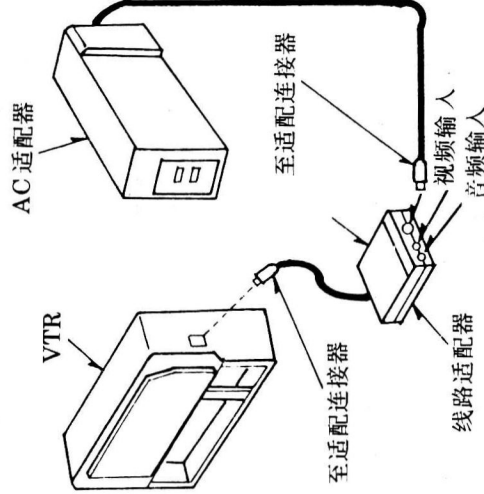

图 78
① 拆卸外壳 (可参照拆卸部分);
② 用线路适配器 (VW-KM3), 如图 78 所示, 将视频信号和音频信号送至视频部分。